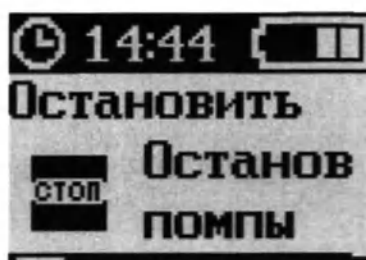

Рисунок 73 – Экран режима «В РАБОТЕ»
1. Нажать кнопку «МЕНЮ» для того, чтобы войти в меню помпы (рисунок 73).